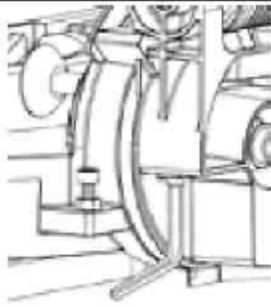

Fig. 12
- Uvolněte otočný stolek zvednutím páčky(3 fig 12)